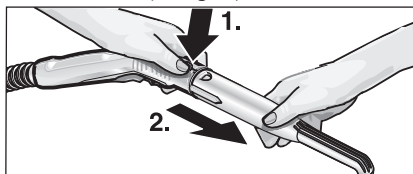

Fig. 5: Ta av tilbehørsdelen
- Når du skal ta av tilbehørsdelen, trykker du på åpneknappene (C2 og G3), og trekker delene fra hverandre (se fig. 5).